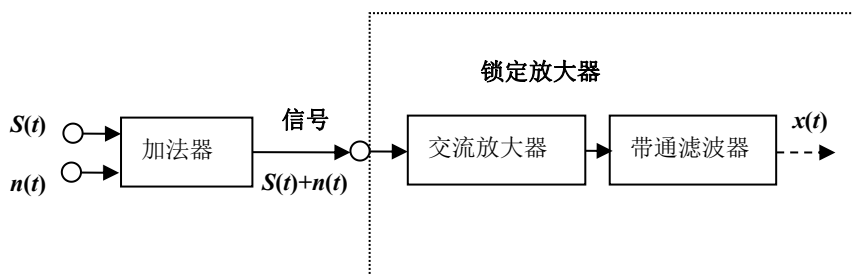

图 2 锁定放大器叠加噪声电路图
- (1) 外接信号源提供频率为 1kHz 的正弦波信号，幅度自定，输入至参考信号 $R(t)$ 端。 $R(t)$ 通过自制电阻分压网络降压接至被测信号 $S(t)$ 端， $S(t)$ 端幅度有效值为 $10\mu\text{V}\sim 1\text{mV}$ 。（5 分）
- (2) 参考通道的输出 $r(t)$ 为方波信号， $r(t)$ 的相位相对参考信号 $R(t)$ 可连续或步进移相 180 度，步进间距小于 10 度。（20 分）
- (3) 信号通道的 3dB 频带范围为 900Hz~1100Hz。误差小于 20%。（10 分）
- (4) 在锁定放大器输出端，设计一个能测量并显示被测信号 $S(t)$ 幅度有效值的电路。所测量的显示值与 $S(t)$ 有效值的误差小于 10%。（15 分）
- (5) 在锁定放大器信号 $S(t)$ 输入端增加一个运放构成的加法器电路，实现 $S(t)$ 与干扰信号 $n(t)$ 的 1:1 叠加，如图 2 所示。（5 分）